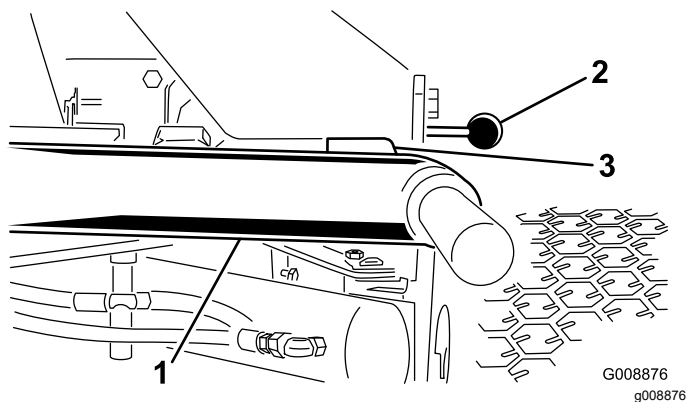

Bild 11
1. Lassen Sie den Motor an, heben die Mähwerke an und prüfen, ob der Abstand zwischen jedem Hubarm und der Halterung der Bodenplatte zwischen 5 und 8 mm liegt (**Bild 11**).